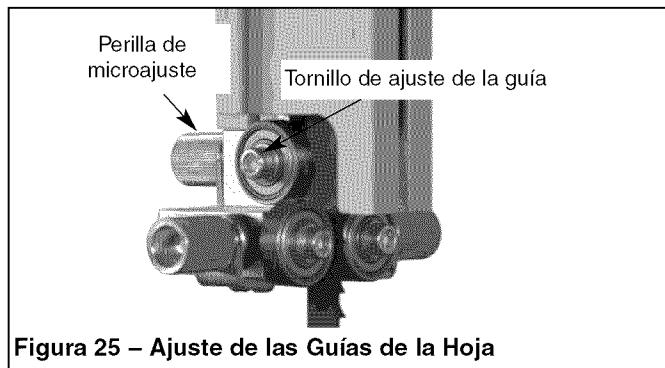

Figura 25 – Ajuste de las Guías de la Hoja
- Afloje el tornillo de ajuste de la guía (véase la Figura 25) y gire la perilla de microajuste para ajustar la guía del rodillo trasero para que quede apenas separada de la parte posterior de la hoja de la sierra.
- Cuando logre el ajuste correcto, fije la guía del rodillo en posición con el tornillo de ajuste de la guía (véase la Figura 25).